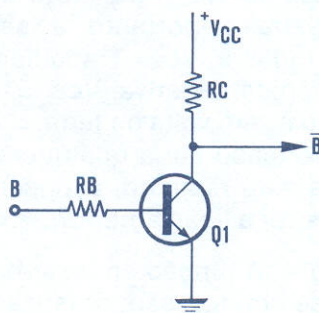

FIGURA 6-3
O inversor lógico mais simples e mais utilizado é o circuito de transistor de comutação, que vemos na figura 6-3. Esse circuito inversor opera com um sinal de entrada binário, cujos níveis lógicos são: 0 volts (ou terra) e uma tensão positiva, aproximadamente igual à tensão de alimentação (+ Vcc). Quando a entrada do transistor é o 0 volts ou terra, a junção emissor-base do transistor é polarizada de maneira a bloqueá-lo; nestas condições, o transistor não conduz. Com o transistor cortado (ou seja, bloqueado), a saída  $\bar{B}$  é igual à tensão de alimentação, + Vcc, em relação à terra, que vem por intermédio da resistência de coletor Rc. Como se pode ver, trabalhando com níveis de lógica positiva, o «0» binário na entrada do inversor produz um «1» binário na saída do mesmo.
9. Se a entrada do inversor da figura 6-3 é deixada aberta, simplesmente, desligada dos níveis «0» ou «1» binários, qual será a saída, se assumirmos níveis de lógica negativa: